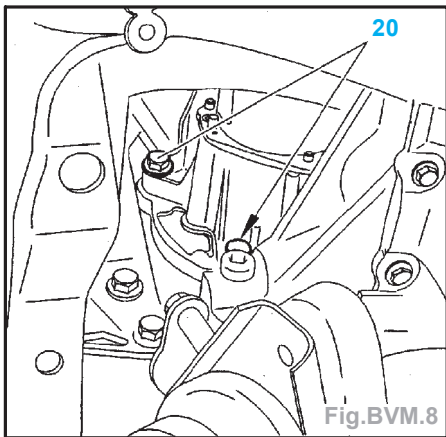

Fig.BVM.8
- Déposer les écrous (20) (Fig.BVM.8).